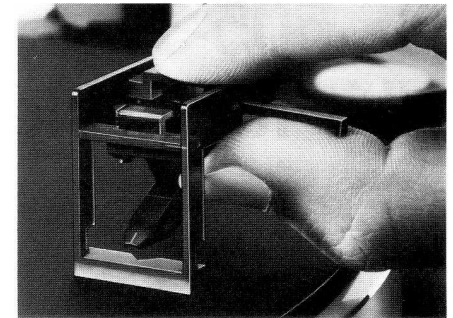

Fig. 8
- Mit Hilfe der mitgelieferten Einbaulehre Tonkopf parallel zum Plattenteller einstellen (Fig. 8) und Innensechskantschraube **9** festziehen.